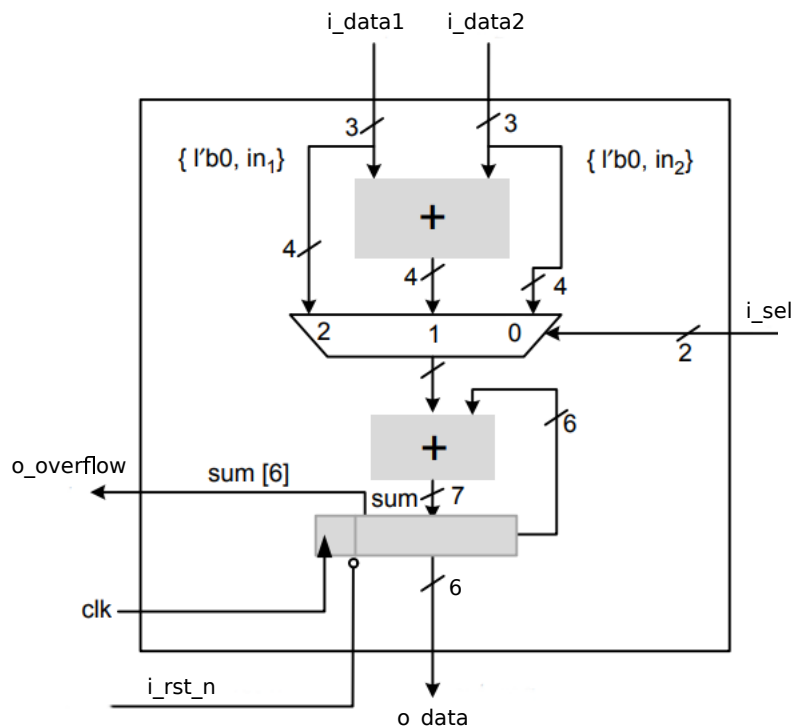

Figura 1: Diseño digital a nivel RTL con registro de realimentación
- Escribir el código Verilog para implementar el diseño de la Figura 1 considerando reset asíncrono.